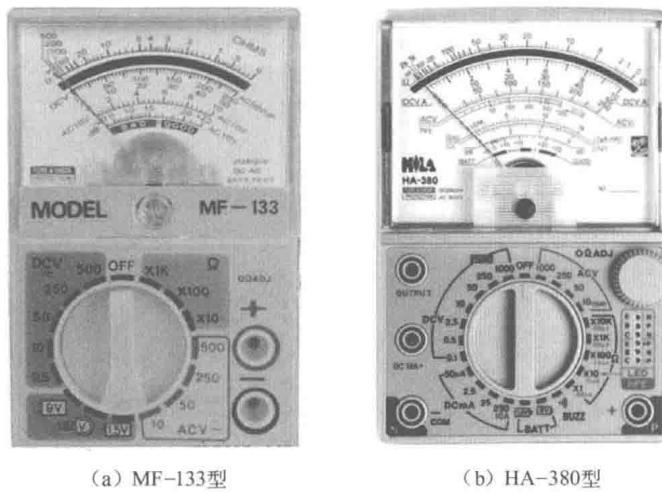

图 1-3 薄型指针式万用表
**【薄型指针式万用表】**薄型指针式万用表是最近生产出来的一种新型万用表，体积小、重量轻，使用灵活，受到了广大使用者的青睐。如图1-3所示是薄型指针式万用表MF-133、HA-380的外形图。